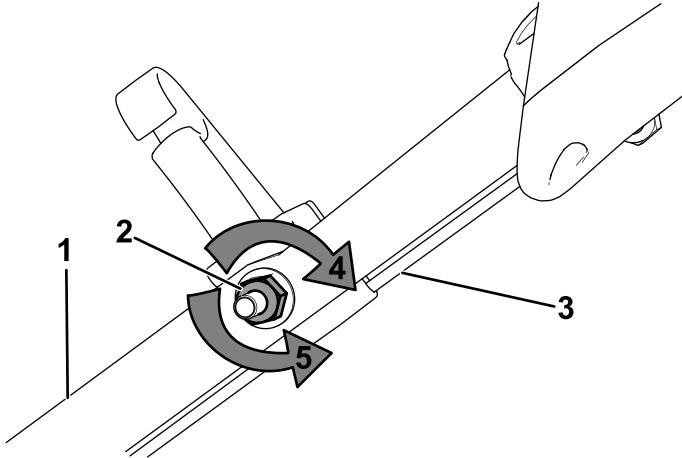

Figura 29
1. Gire la tuerca de ajuste en sentido antihorario para aflojar el ajuste del cable (Figura 29).
2. Ajuste la tensión del cable (Figura 29) tirando del mismo hacia atrás o empujándolo hacia adelante, y sujetelo en esa posición.